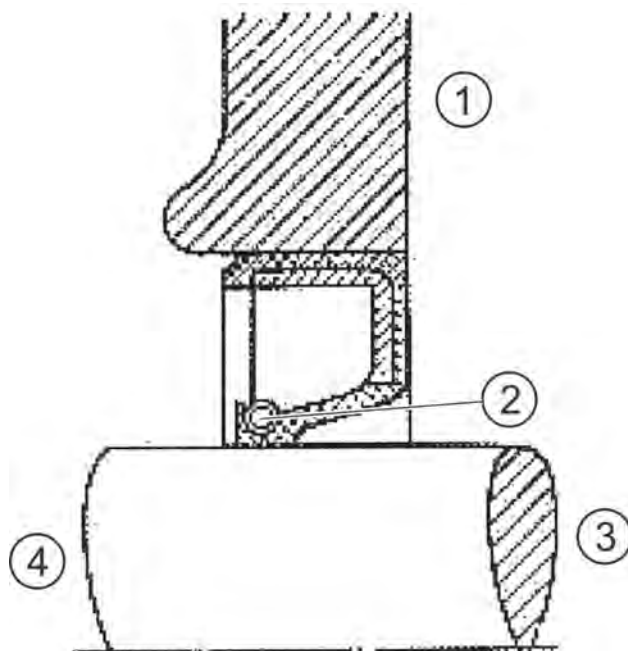

Abbildung 6: Einbaulage eines RWDR ohne Anschlagbegrenzung
8. Falls in der Aufnahmebohrung kein Absatz oder Sicherungsring als Anlagefläche vorhanden ist (z.B. Reihenmotor dämpferseitig), ist der Radialwellendichtring nach Anschlag an der bearbeitenden Planfläche zu montieren (Abbildung 6 und 7).